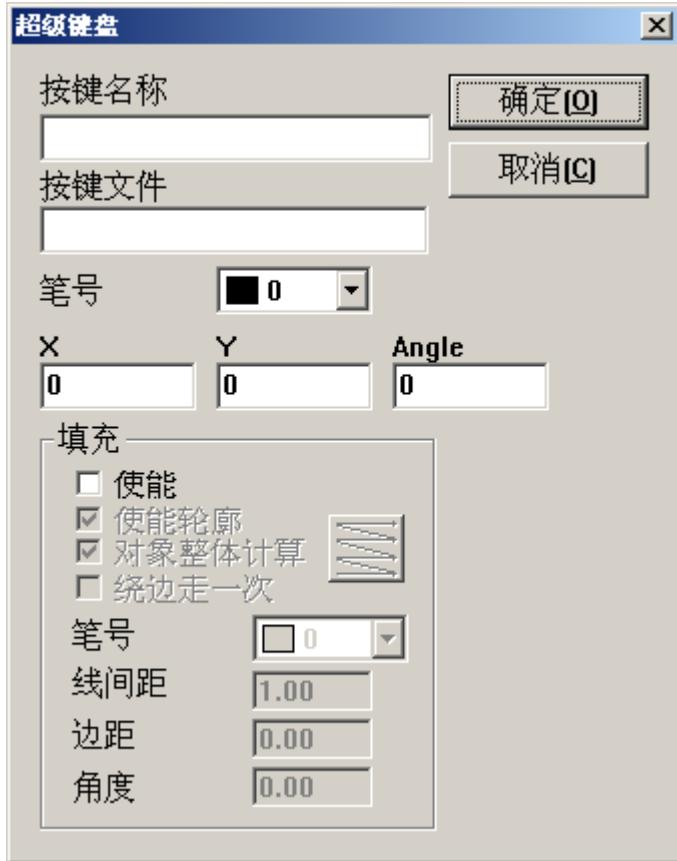

图 8-21
3. 点击按键列表下面的 **增加** 按钮，然后系统弹出如下图 8-21 对话框：